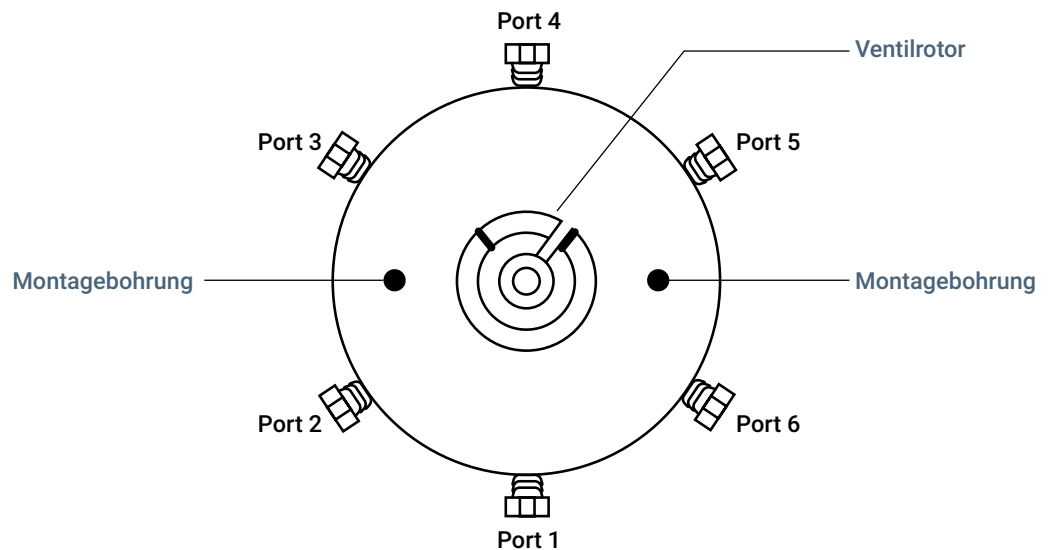

Abb.24. 6er-Anschlussventil und Ventilrotor
- 9 Setzen Sie mithilfe eines kleinen Stiftmagneten den neuen Rotor an seine Position auf dem 6er-Anschlussventil, wobei der Rotor-ID-Buchstabe zum Anschluss 4 hin ausgerichtet ist (**Abbildung 24**).